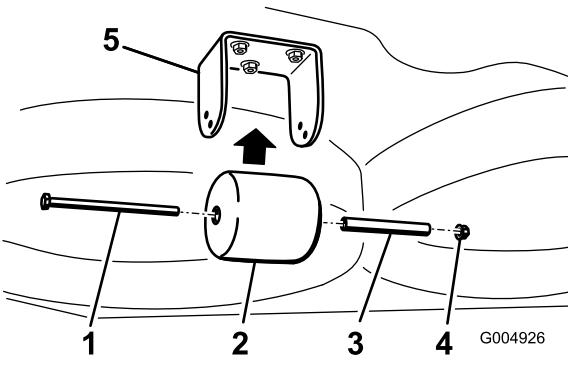

**Bild 28**
4. Nehmen Sie die Befestigungen ab, mit denen jede Rolle am Mähwerk befestigt ist, und schieben Sie die Rollen nach oben oder unten, siehe Bild 28 bis Bild 32 abhängig vom Mähwerk.